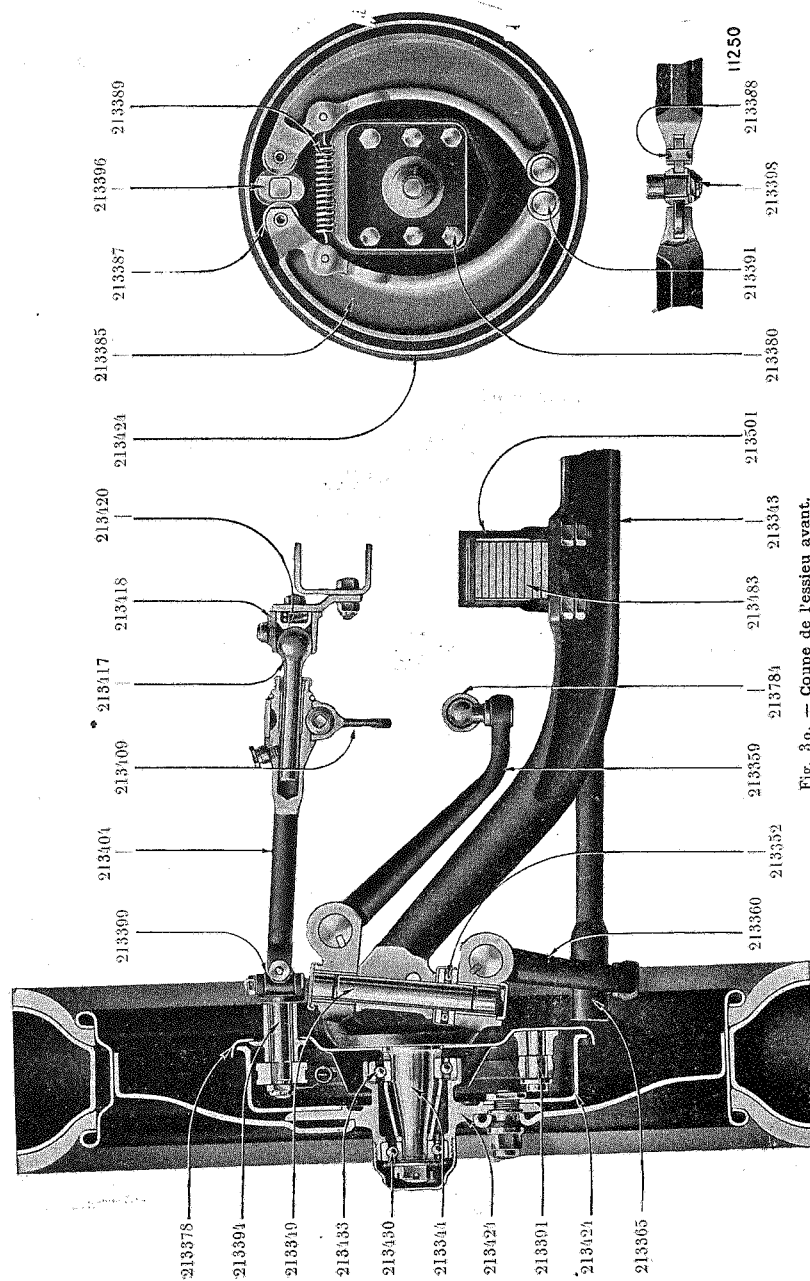

Fig. 30. — Coupe de l'essieu avant.
H. — **ESSIEU AVANT** (fig. 30).
LÉGENDE FIG. 30.